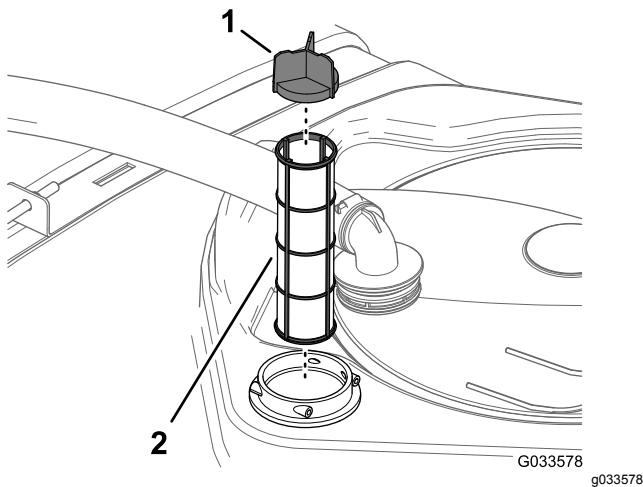

**Figura 28**
2. En la parte superior del depósito de fumigación, retire la horquilla de retención que sujeta el acoplamiento que está conectado a la manguera grande y al alojamiento del filtro (Figura 28).
3. Retire la manguera y el acoplamiento del alojamiento del filtro (Figura 28).